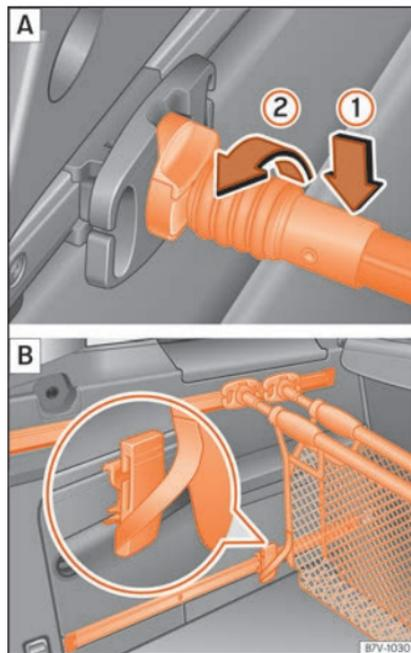

Fig. 174 Enganche a rede para a bagagem A e utilize-a como saco B.
Coloque por cima a vareta de fixação no suporte da rede da bagagem » » » Fig. 174 ① e rode-a 90° para a esquerda ②. A marca ver-
- Engate a faixa de fixação da rede da bagagem por baixo num dos elementos de fixação móveis » » » Fig. 174 B.